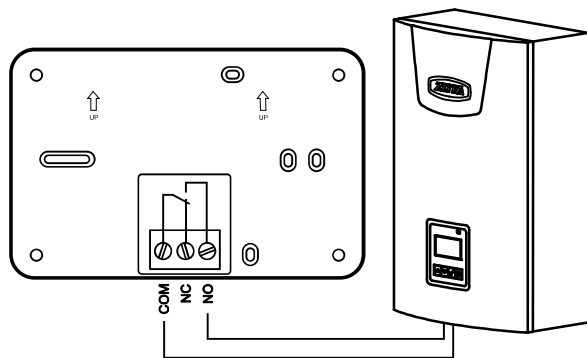

Рис.2 Схема подключения терморегулятора.
6.4. Ручной режим позволяет поддерживать температуру, ранее установленную с помощью кнопок **+** или **-**. Во время установки температуры загорается надпись **SET** на дисплее. При снижении температуры воздуха в помещении ниже установленной, размыкается контакт **NC** и замыкается контакт реле **NO** (см. Рис.2). При этом на дисплее загорается символ , нагрев включен.